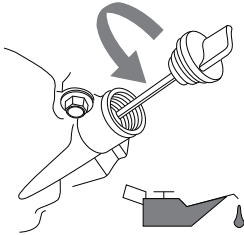

Figura 4-1. Llenado de aceite de motor
3. Vea la Figura 4-1. Retire la tapa de llenado de aceite y limpie la varilla de medición secándola.